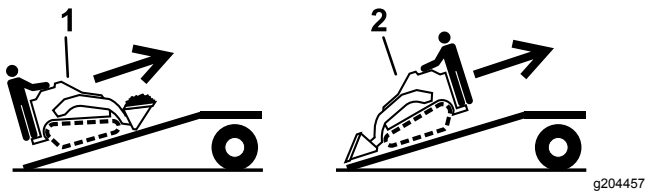

Рисунок 30
5. Погрузку машины на прицеп следует производить более тяжелой частью вверх по наклонному въезду, при этом грузы должны быть опущенными (Рисунок 30).
1. Опустите наклонный въезд, убедившись, что угол между наклонным въездом и землей не превышает 15 градусов (Рисунок 30).